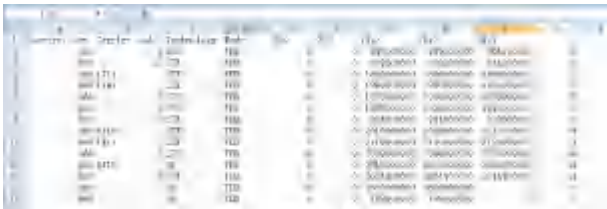

图3-42 频段表格式
① 导入：需使用如图 3-42 格式的 csv 文件，也可导入由其他手持式无线电监测设备导出的频段表文件，可以对导入列表中的文件进行删除（导入路径：TF 卡/dianzhen/freqband）；
② 导出：导出当前频段表内容，并保存为 csv 文件，如图 3-42；可以由本机或其他手持式无线电监测设备进行导入（导出路径：TF 卡 /dianzhen/freqband）；
- ③ 保存：保存当前频段表内容，输入文件名点击确定后保存；
- ④ 文件：管理保存的文件，可以对保存的文件进行删除及加载。
- ⑤ 设置频段表后，5G<E 信道分析和时域分析应用中可选择对应的频